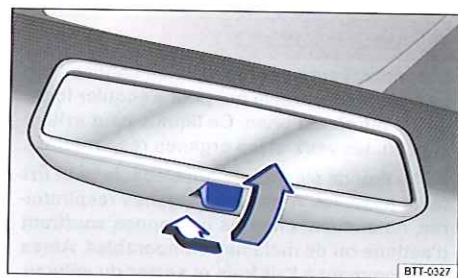

Fig. 94 Sur le pare-brise : rétroviseur intérieur jour/nuit manuel
- Pour sélectionner la position nuit, tirez le levier vers l'arrière  fig. 94.